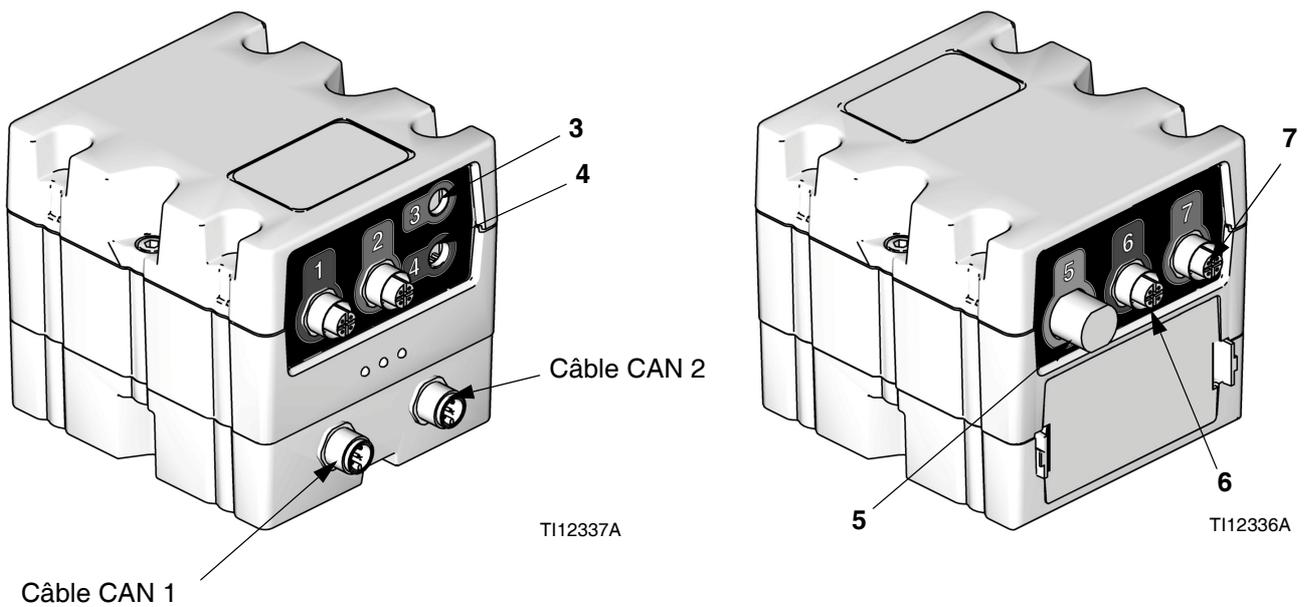

Fig. 7 : Connexions du capteur du FCM
- Module de contrôle des fluides (K). Consultez la FIG. 7, page 13.
3. Remplacez le câble existant entre le capteur de vide (EE) et le connecteur du FCM (consultez la FIG. 7, page 13) illustrant le câble de répartiteur de capteur vide/bas niveau.